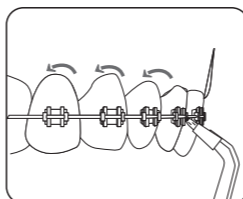

Рис.5.2
5.2. **Ортодонтольная насадка** (рис.5.2) эффективна для гигиены брекет-систем. Маленькая щеточка проникает к труднодоступным участкам и удаляет остатки пищи и бактерии.